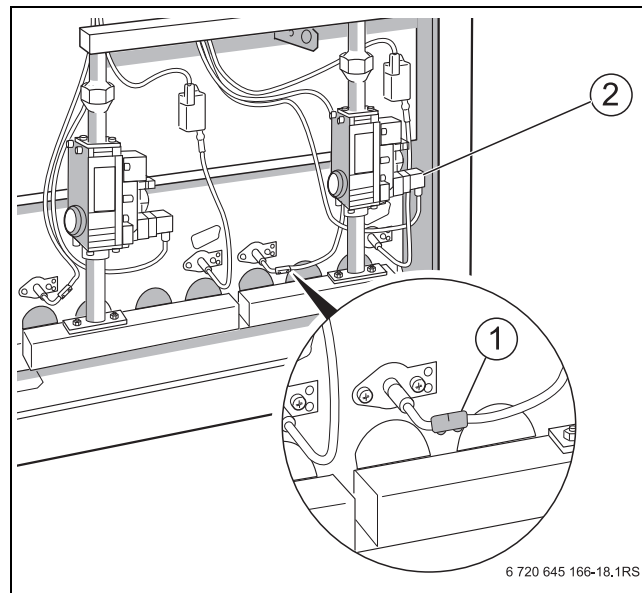

Рис. 43 Удаление защиты от касания
- ▶ Установите защиту от касания (→рис. 43, [1]) на контрольный кабель.